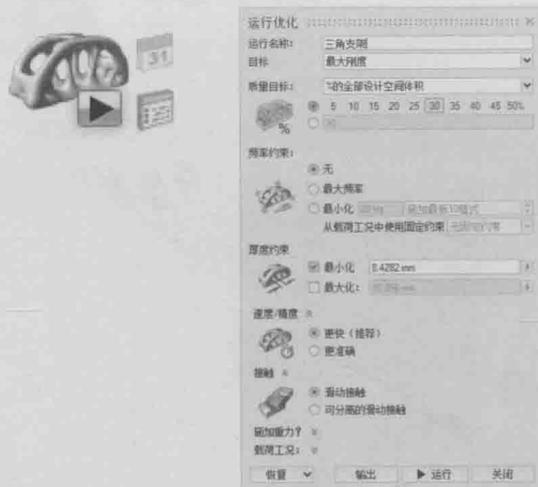

图 1-16
5) 单击结构仿真功能区上优化图标中的运行优化按钮 , 弹出“运行优化”对话框, 如图 1-16 所示。